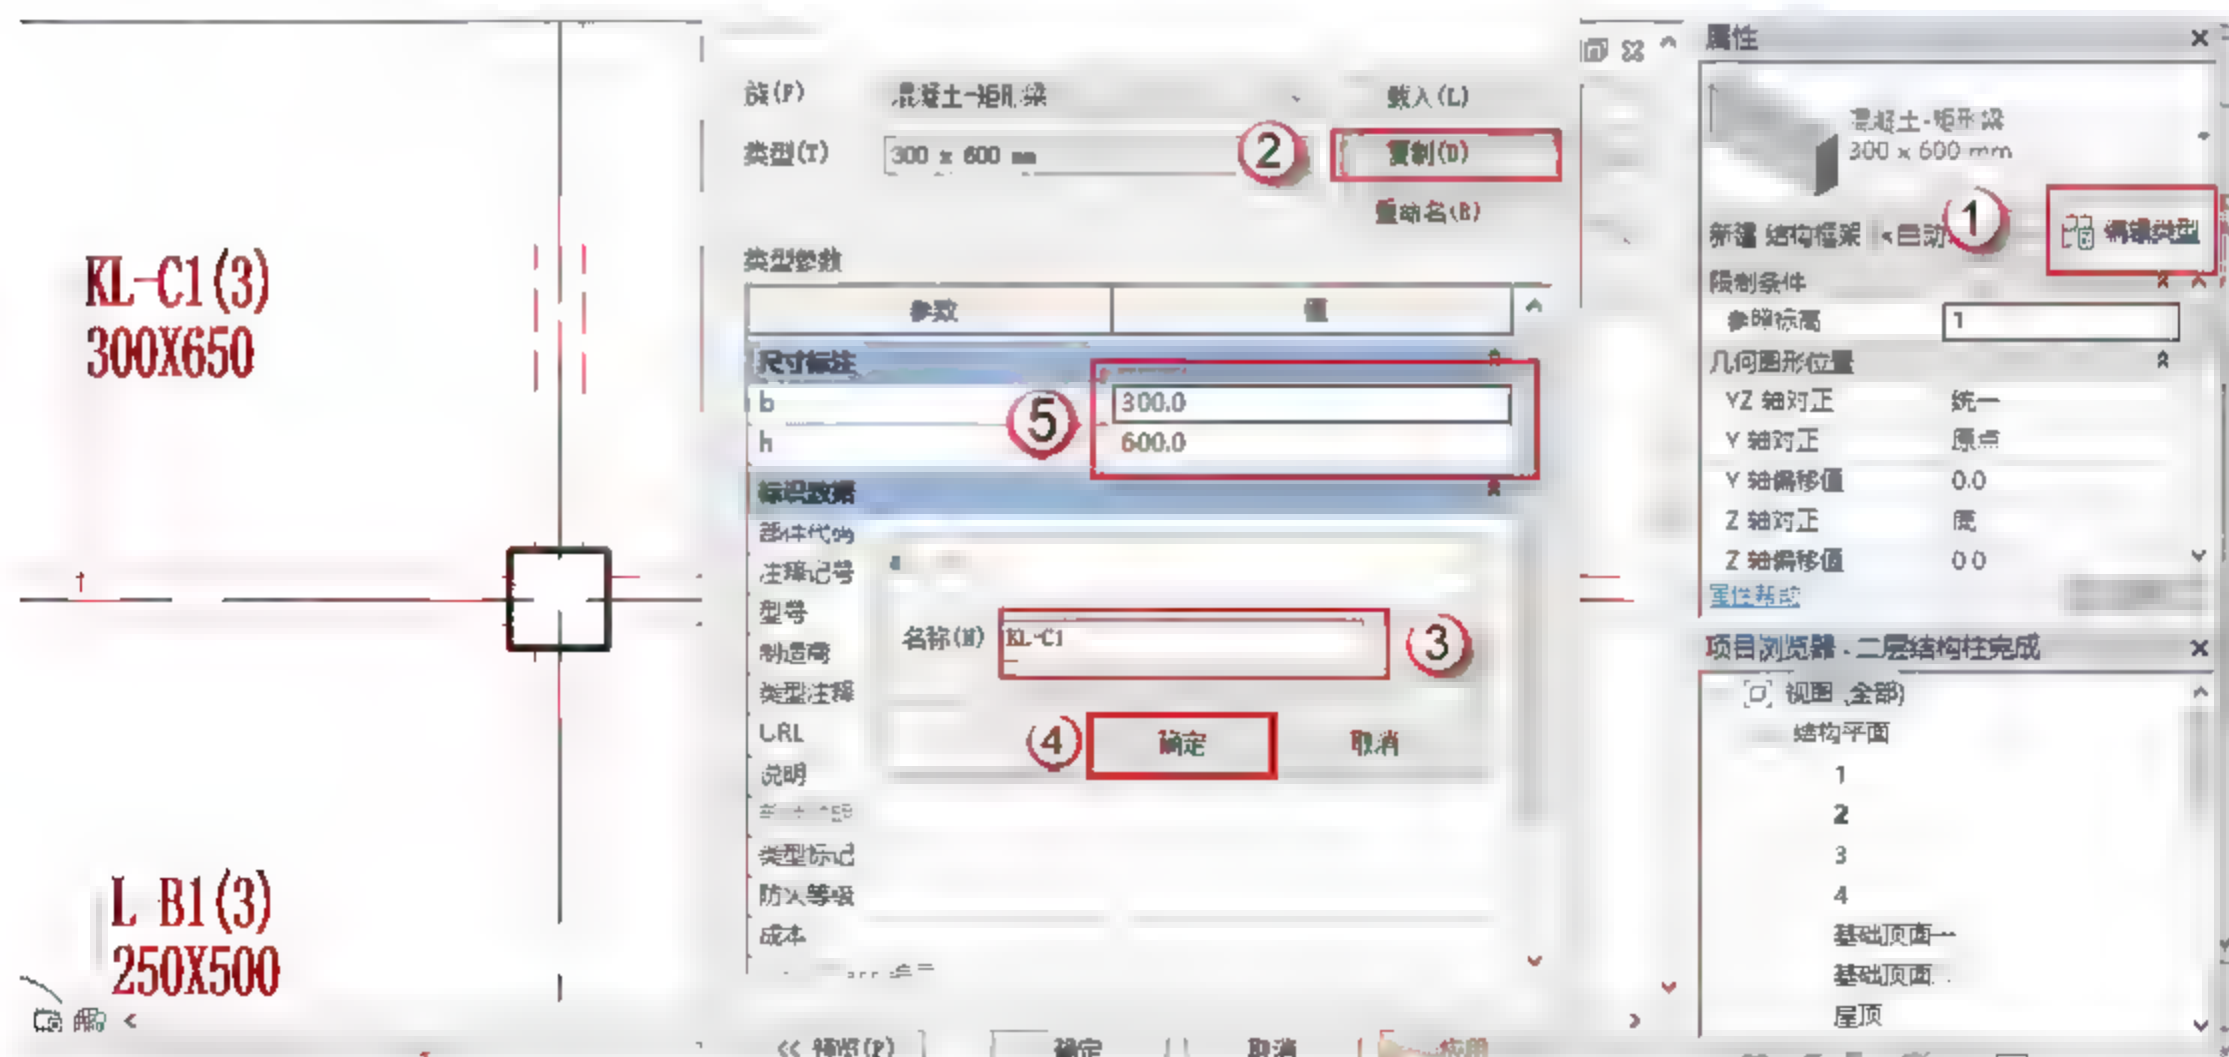

图 4.2.5 设置 KL-C1 参数
(5) 设置矩形梁 KL-C1 参数，按快捷键 B+M，出现绘制的界面，单击“编辑类型”按钮，在弹出的对话框中单击“复制”按钮，再在弹出的对话框中命名新的族 KL-C1，单击“确定”按钮。在“尺寸标注”栏设置参数，如图4.2.5所示。